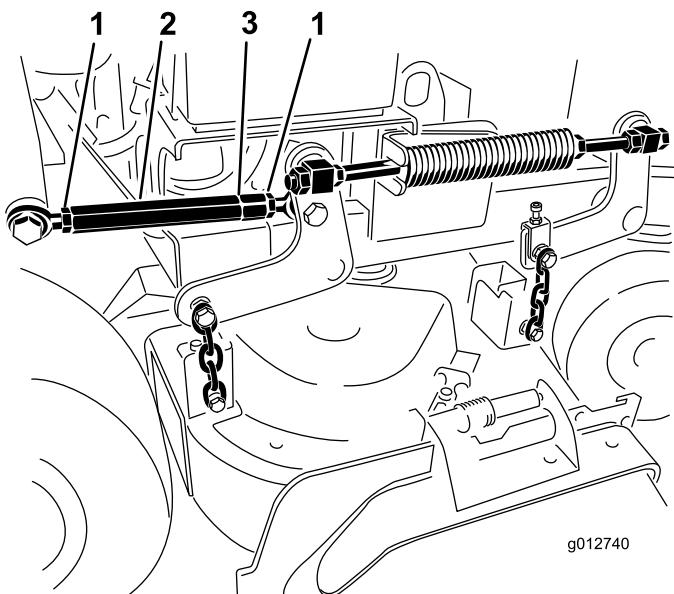

Figura 85
7. Afloje las contratuerca en ambos extremos del tensor (Figura 85).
- Nota:** El extremo del tensor que tiene la muesca mecanizada tiene rosca a izquierdas (Figura 85).